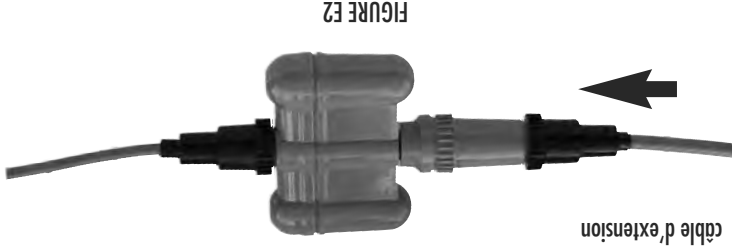

FIGURE E2
- 4) Insérez la fiche bleue du câble d'extension dans l'extrémité ouverte du raccord pivotant, en vous assurant que le joint est bien en place avant de faire le branchement (Figure E2).